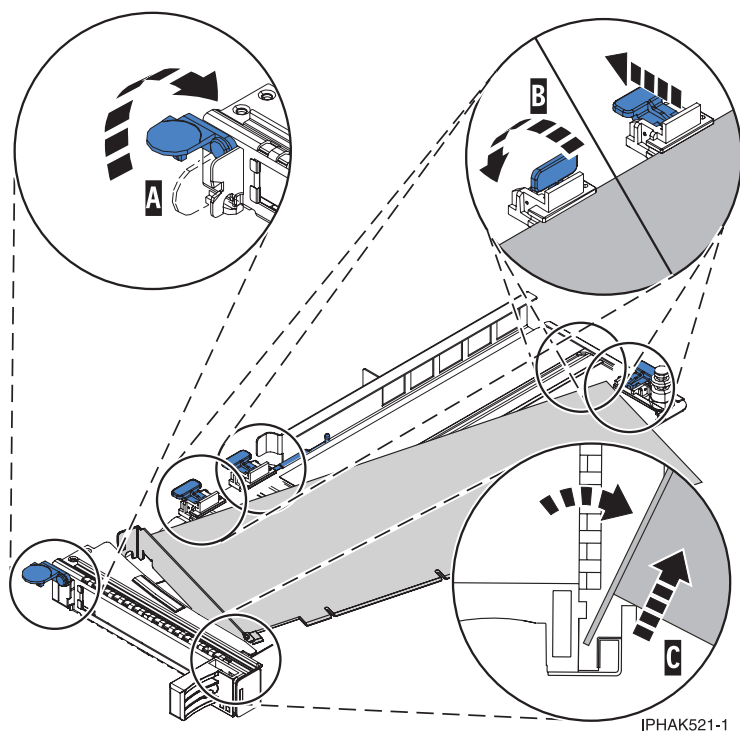

Figura 103. Adaptador removido da cassete de adaptador PCI
- a. Desbloqueie as peças de fixação do adaptador rodando o grampo de fixação (A) para a posição horizontal. Consulte a Figura 103 na página 145.